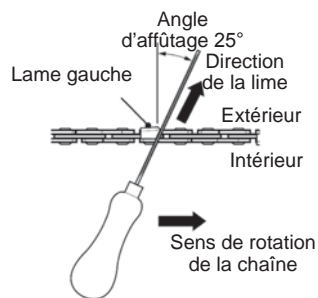

Fig.46
5. Limez perpendiculairement au guide-chaîne, selon un angle de 25° par rapport au sens de la marche (Fig. 46).